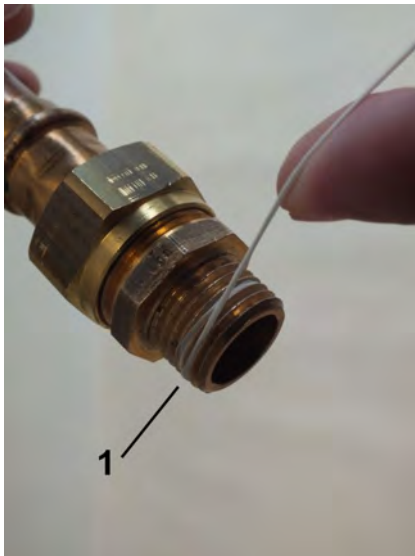

Abb. 10: Dichtfaden aufbringen
2. ► Bringen Sie den Dichtfaden (Abb. 10/1) in Gewinderichtung auf das aufgeraute Gewinde auf. Beachten Sie dabei die Mengenangaben des Dichtmittel-Herstellers